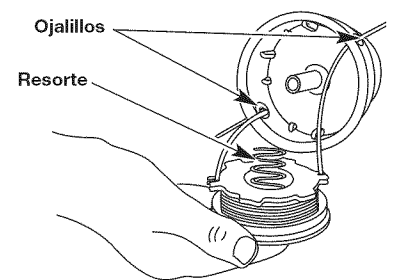

Fig. 20
13. Inserte los extremos partidos de la línea a través de los ojajillos de la bobina exterior y coloque el carrete interior con el resorte dentro de la bobina exterior (Fig. 20). Empuje el carrete interior y la bobina exterior entre sí.
5. Inserte los extremos de la línea en los ojajillos de la bobina exterior (Fig. 20).